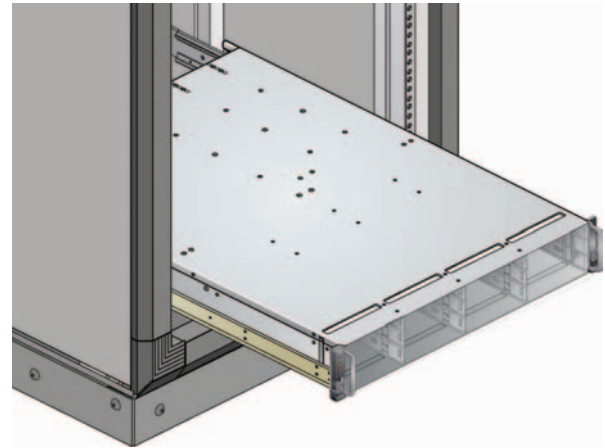

Figura 4: Montaje de la carcasa en el bastidor
5. Monte la carcasa en el bastidor de la siguiente forma (*consulte la Figura 4*):